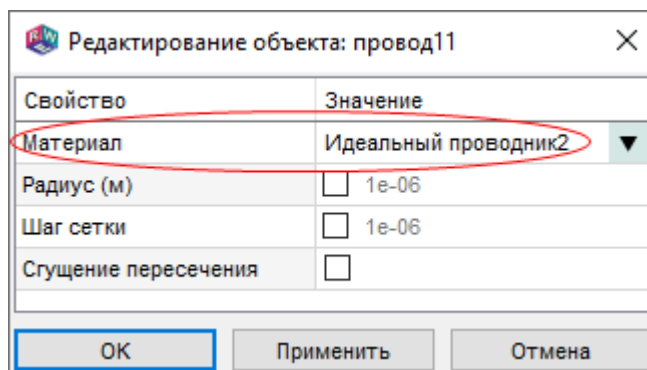

Рис. 55
1) в дереве «Детализация» двойным щелчком выделить объект *Провод*. Появится окно «Редактирование объекта: провод» (рис. 55);